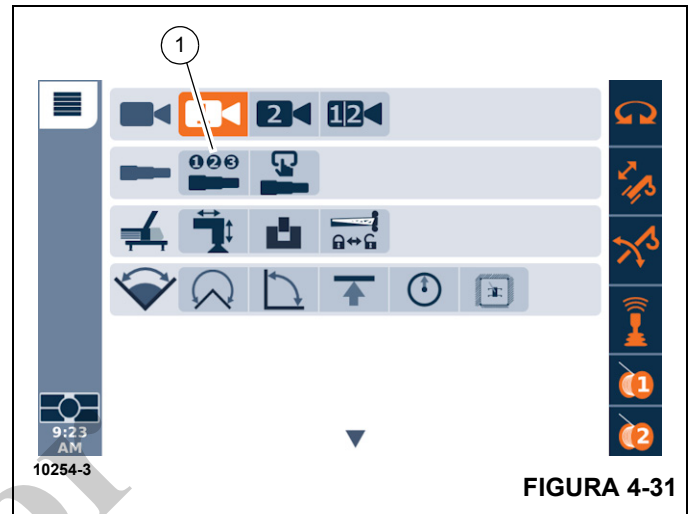

FIGURA 4-31
- Abra el menú de telescopización semiautomatizado (1, Figura 4-31).